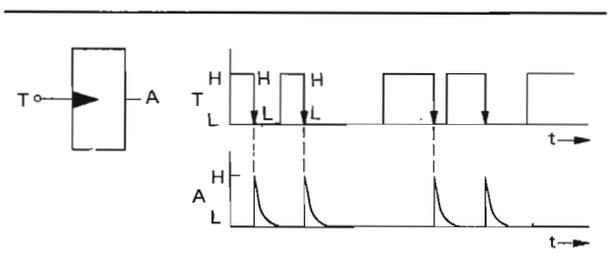

Fig. 6/32 - Diagramma del segnale di un adattatore dinamico triggerato del passaggio HL del segnale.
Fig. 6/33 - Diagramma del segnale di un adattatore dinamico triggerabile con fronti di salita (LH) del segnale d'ingresso e «preparato» (condizionato) con segnale H all'ingresso V.